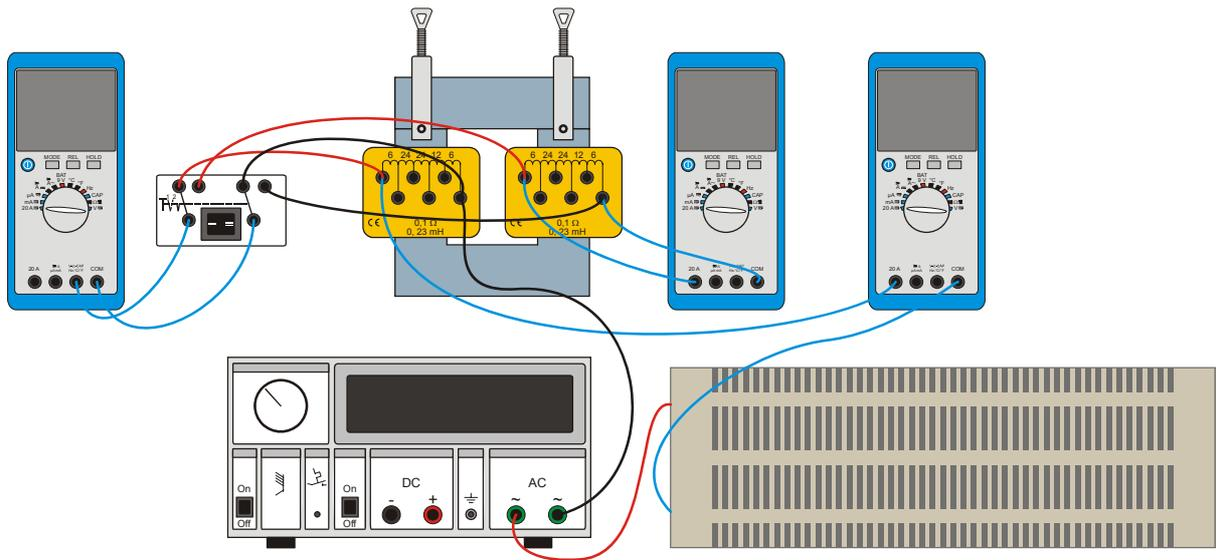

Fig. 1: Struttura sperimentale.
- Montare il trasformatore assemblando il nucleo e le due bobine a bassa tensione a 72 spire come da Fig. 1.